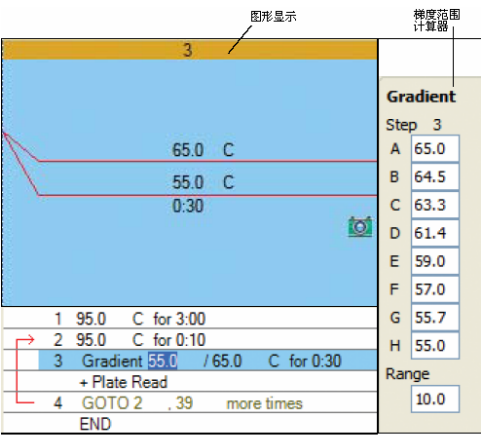

图3
2. 对梯度中最低和最高温度值进行编辑，在图形模式，文本模式下或出现在文本模式右侧的梯度范围计算器中直接点击数值进行编辑，图 3。